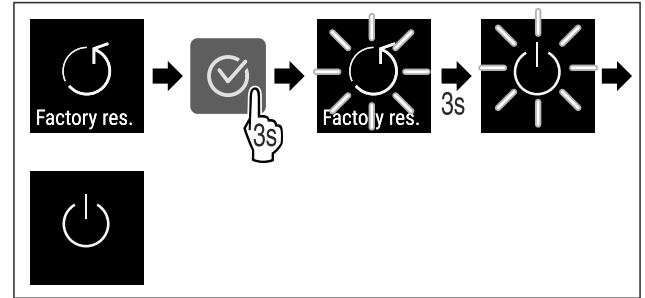

Fig. 92
- ▶ Kryeni hapat e veprimit (shihni Fig. 92) .